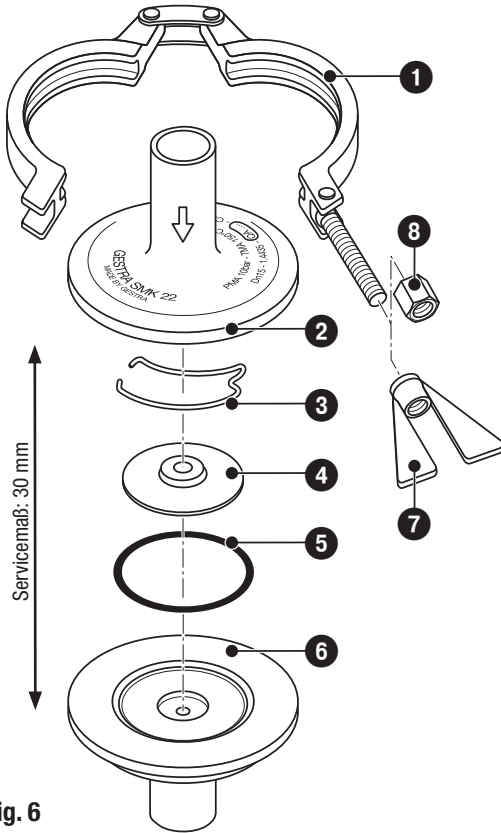
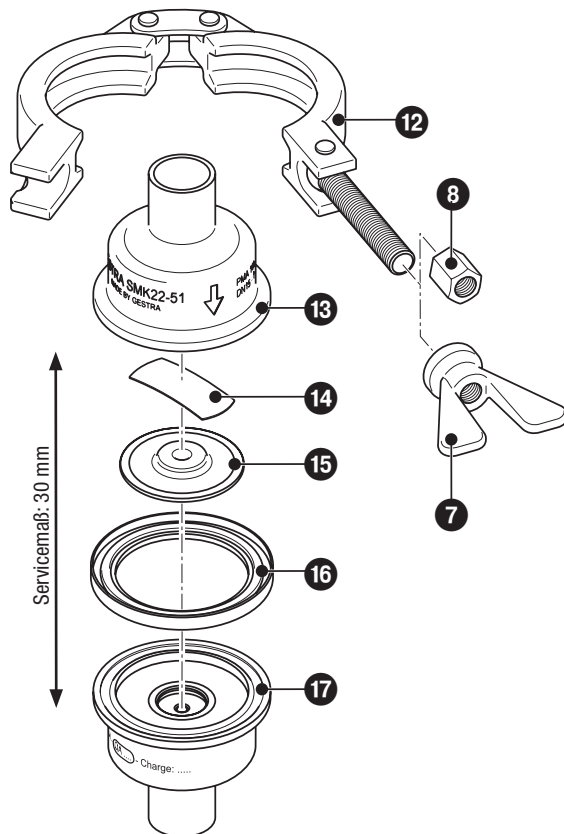
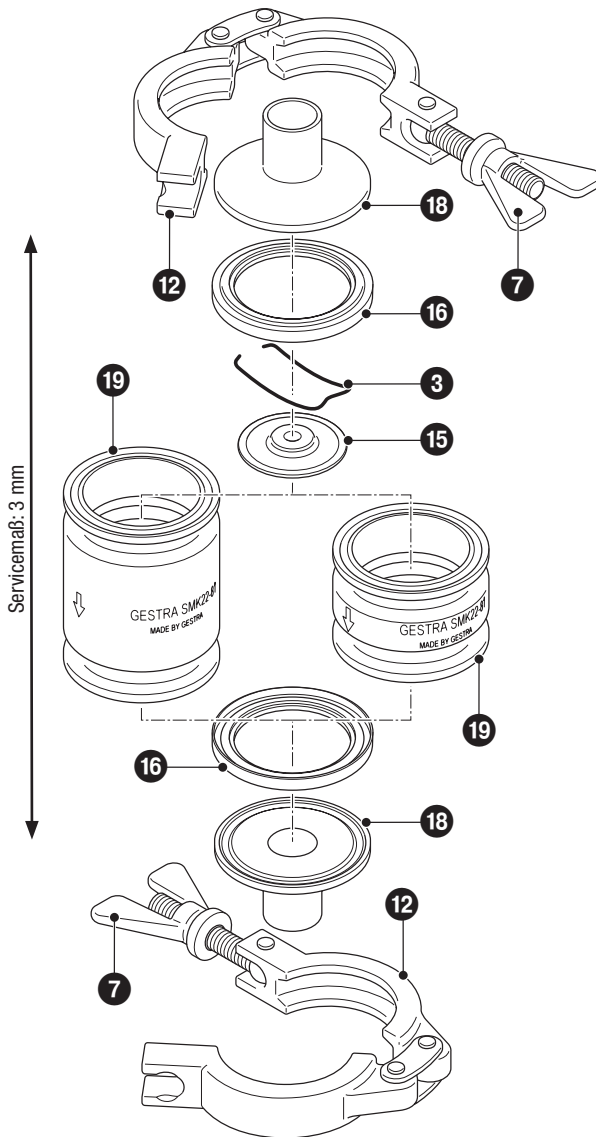

Fig. 6
Fig. 8
Fig. 9
1. Sechskantmutter **8** oder Flügelmutter **7** der Gelenkklammer **1** / **12** lösen und Gelenkklammer entfernen. **Fig. 6, Fig. 8, Fig. 9**